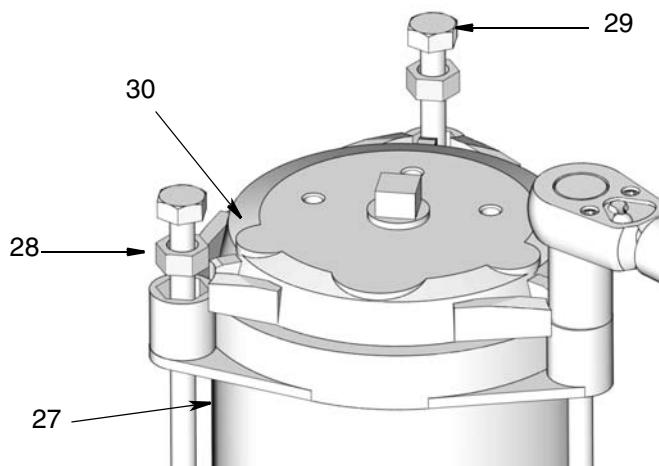

图 13
(28)。参见图 13。
10. 从液箱（27）卸下盖子（30）、弹簧（25）（图 13）。